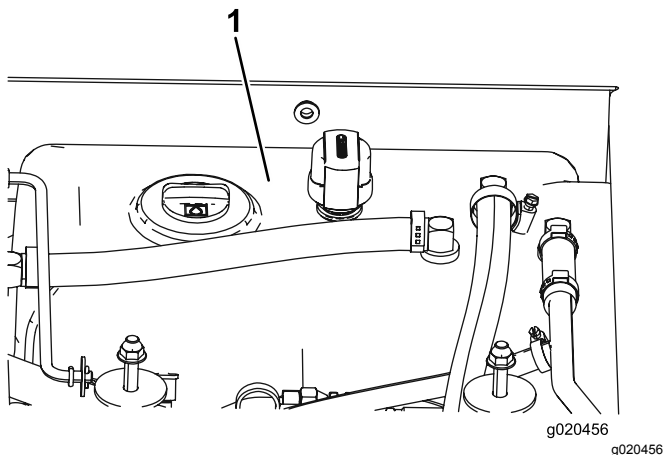

Figure 98
3. Remplissez le réservoir (Figure 98) de liquide hydraulique ; voir Contrôle du niveau de liquide hydraulique \(page 31\).